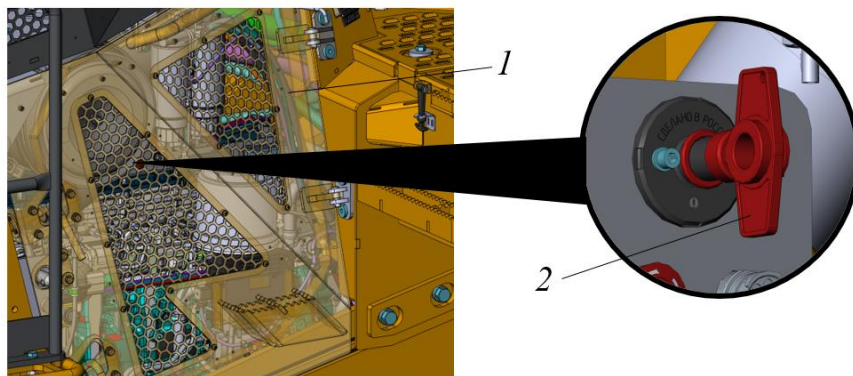

Рисунок 3.63. Главный выключатель АКБ
- Проверить включено питание или нет. Если питание выключено, включить его. Главный выключатель АКБ размещен в моторном отсеке с левой стороны по ходу движения машины, см. рис. 3.63.
- Отключить питание выключателем АКБ (см. поз. 2 рис.3.63).